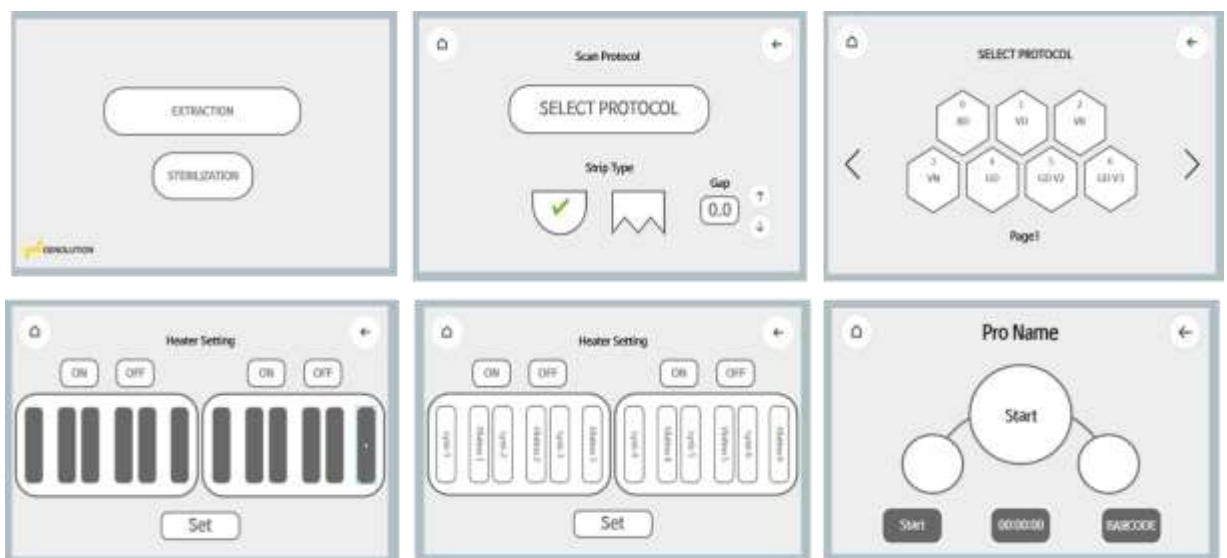

Figura 9: Pantallas de configuración del protocolo
- Seleccione Extraction → Seleccione Strip Type redonda → Seleccione Protocol → Seleccione BD → Toque el botón de ON/OFF para seleccionar la región de calentamiento para el cargador de placas izquierdo y derecho → Presione el botón Set para completar la configuración → START (Figura 9)